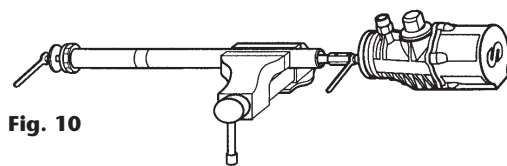

Fig. 10
4. Mit einem Schraub Schlüssel die Mutter (41) am unteren Teil des Luftkolbens lösen und die Beilagscheibe (40) entfernen (Bild 10).